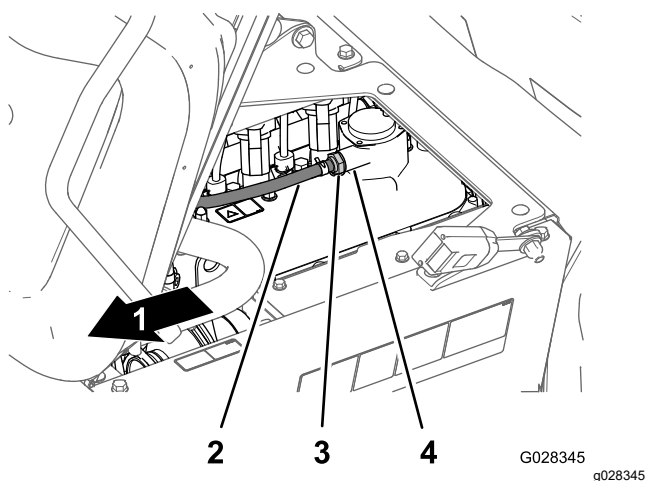

Figure 113
4. Insérez le clapet PCV jusqu'à ce qu'il soit complètement engagé dans le joint du raccord du couvre-culasse (Figure 113).
2. Déposez le clapet PCV du raccord sur le couvre-culasse (Figure 113).
Remarque: Si l'ajutage interne du clapet PCV cliquète, alors le clapet est réparable ; dans le cas contraire, remplacez le clapet (Figure 113).